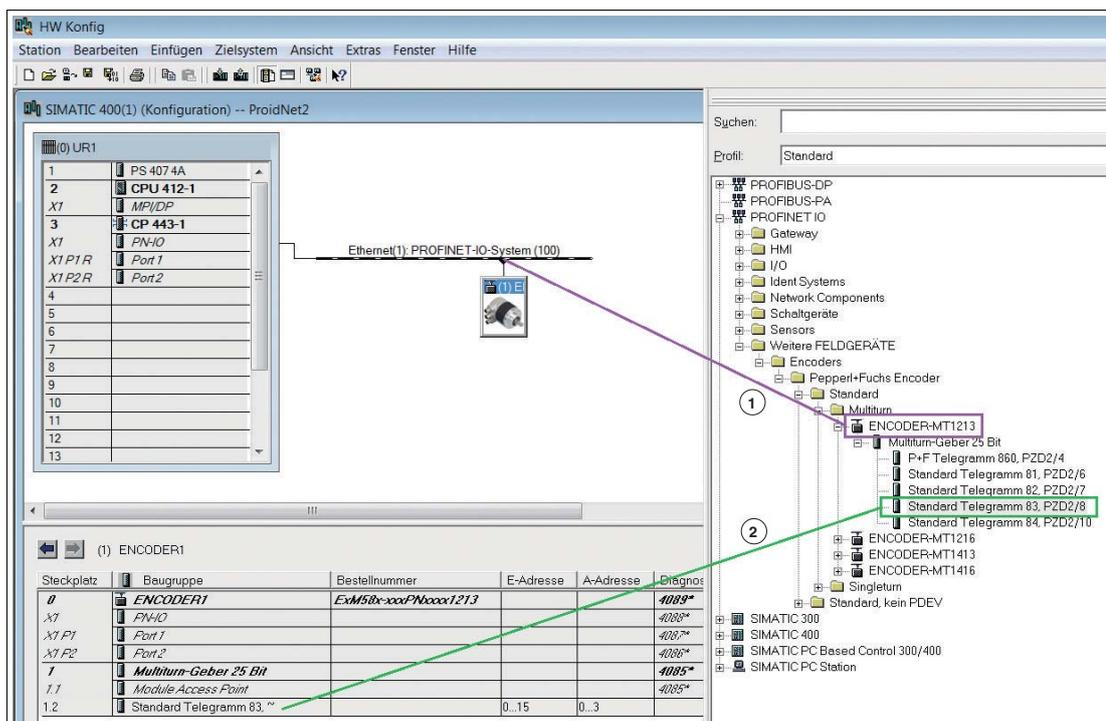

Abbildung 8.2
1. Doppelklicken Sie das Drehgeber-Symbol, →siehe Abbildung 8.2 auf Seite 30, um die Kommunikationsparameter einzustellen, die die SPS nutzt.